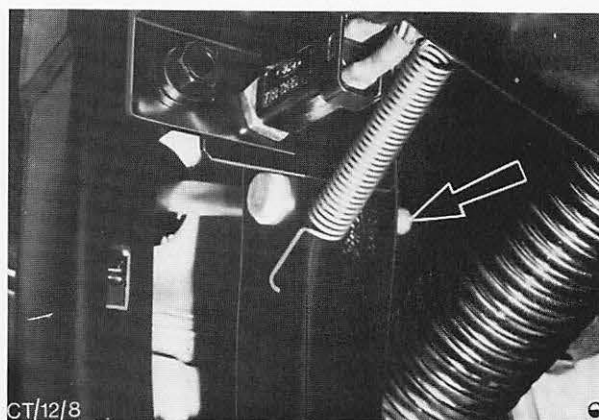

Abb. 64 Lage des Federsplints
13. Gabelbolzen fetten, durch die Lagerbüchsen einschieben und mit Federsplint sichern, Abb. 64.